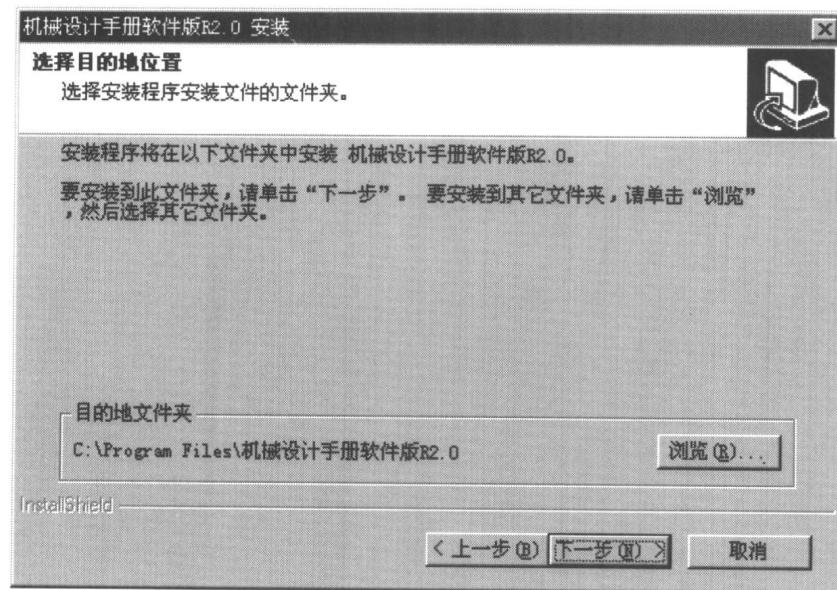
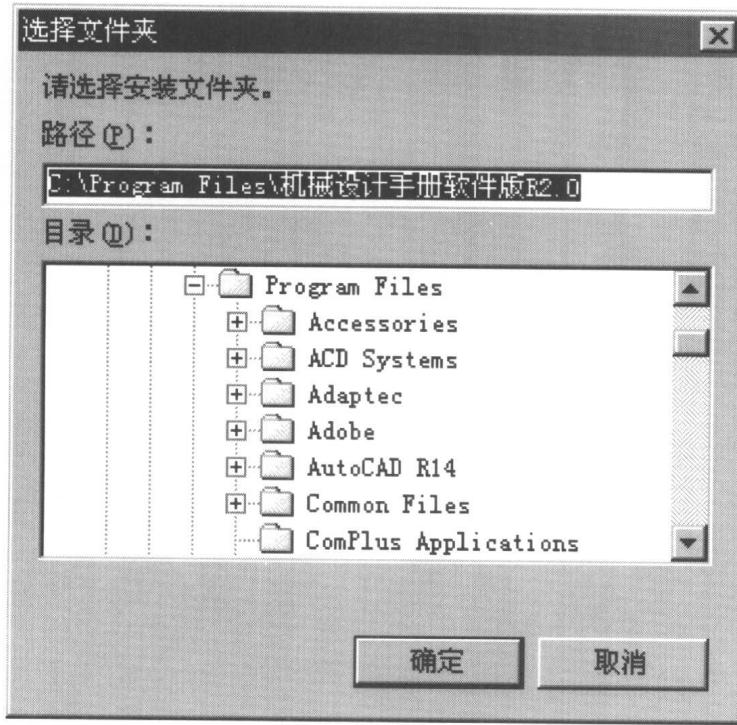

图 1.4 选择安装目录界面
图 1.5 选择合适的文件夹
5) 在单击“下一步”按钮后，进入选择安装目录界面（图 1.4），系统推荐的安装目录是 C:\Program Files\机械设计手册软件版 R2.0。如果希望安装在其他的目录中，单击“浏览”按钮，在出现的对话框中选择合适的文件夹即可（图 1.5）。